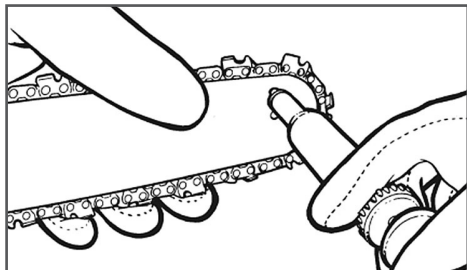

Рис. 14
3. Используя шприц-масленку, вставьте нос иглы в отверстие для смазки и введите смазку, пока она не появится в наружном ребре конька наконечника цепного колеса (рис. 14).